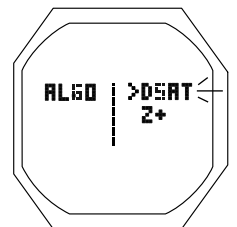

Fig. 47 - RÉGLAGE DE L'ALGORITHME
**RÉGLAGE DE L'ALGORITHME (ALGO) :** paramètres affichés (Fig. 47)